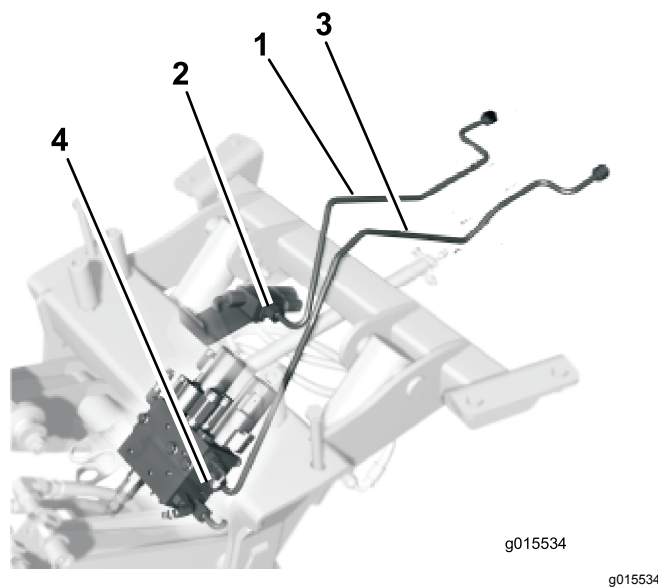

Figura 4
1. Instale sem apertar o tubo hidráulico mais curto no encaixe reto na válvula (Figura 4).
2. Instale sem apertar o tubo hidráulico mais comprido no encaixe reto no coletor (Figura 4).
2. Oriente o conjunto do tubo hidráulico mais curto (**Figura 4**) em redor e acima da barra de controlo da tração.